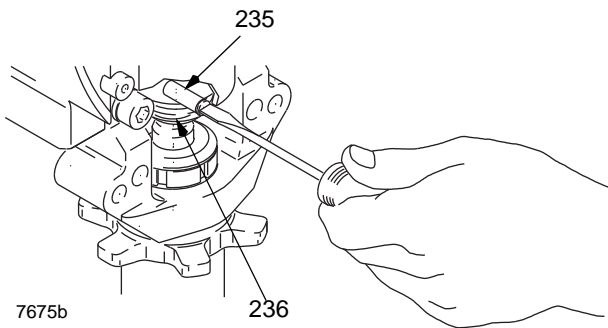

FIG. 1
3. Csavarja le a szívócsövet (34) a szivattyúról. A szivattyú szívószelepét (A) fogja meg villáskulcs segítségével, hogy megakadályozza a szivattyú meglazulását.
4. Csatolja le a szivattyú kimeneti csövet (100) a dugattyús szivattyú kimeneti csőkapcsolójáról (60).
5. FIG. 1. Csavarhúzó segítségével nyomja fel a szivattyú felső részén található rögzítőrugót (236). Lökje ki a pecket (235).